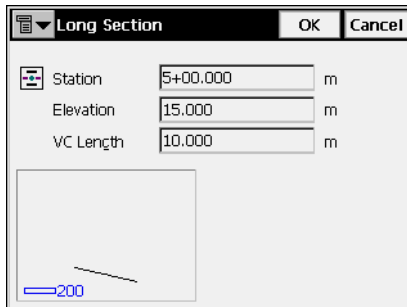

Figura 3-42. Perfil Longitudinal
- **Intro**: abre la pantalla *Perfil Longitudinal* en blanco, con el fin de insertar un elemento en el punto seleccionado de la lista (Figura 3-42 en la página 3-34). El icono junto al botón muestra un menú de los tipos de elementos para introducir el tipo de alineación vertical del elemento.
- **Añadir**: abre la pantalla *Perfil Longitudinal* en blanco, con el fin de insertar un elemento en el punto seleccionado de la lista (Figura 3-42 en la página 3-34). El icono junto al botón muestra un menú de los tipos de elementos para introducir el tipo de alineación vertical del elemento.